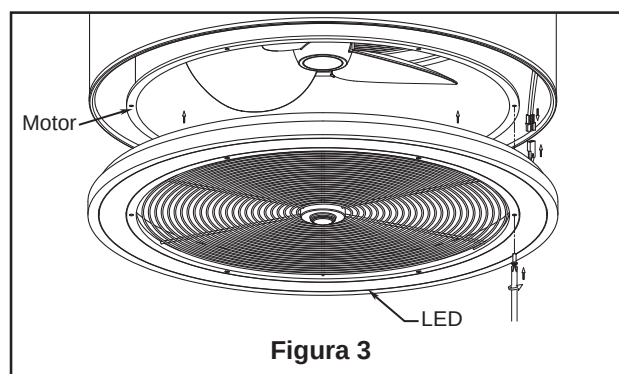

Figura 3
- ☐ 2. Después de limpiar el ventilador, conector de 2 pines y vuelva a colocar la LED en el motor fijándola con los tornillos extraídos anteriormente. (Figura 3)